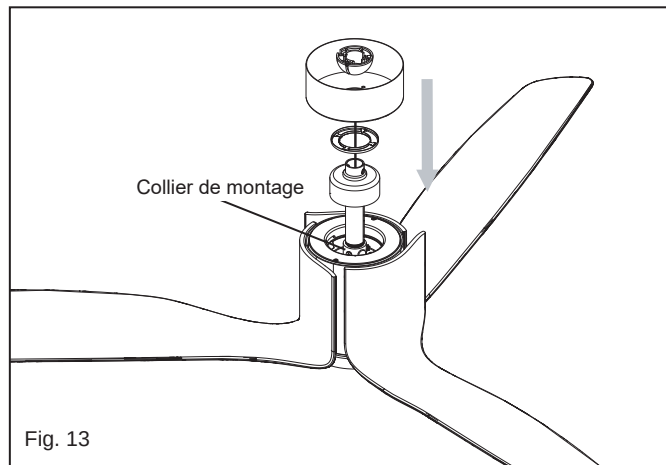

Fig. 13
- 5 Glissez le couvercle du joug, la bague de garniture et la verrière sur la tige de suspension. (Fig. 13)